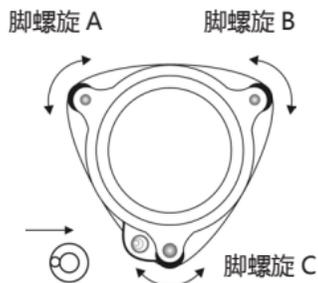
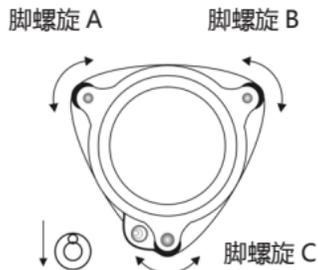

图 1
图 2
(1) 将脚架安置在测试点上，仪器安装在三脚架基座强制中心孔内，锁紧基座固定钮，使仪器稳定。
(2) 调节三脚架高度，使望远目镜高度与观测高度大致相同。
(3) 相向转动脚螺旋 A、B 使气泡移至垂直于 A、B 连线的圆水准器线上（图 1），转动脚螺旋 C，使水泡居于圆水准器中心（图 2）。